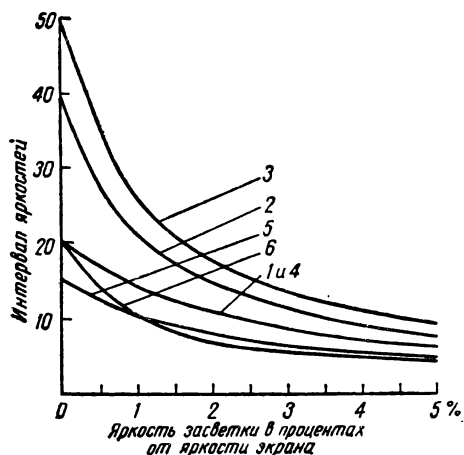

Рис. 2. Яркость засветки в процентах от яркости экрана
На рис. 2 показаны кривые, построенные по уравнению (2) и выражающие зависимость интервалов яркостей изображений на экране фильмокопий, указанных в табл. 2, при яркостях засветки экрана до 5% от яркости экрана, создаваемой кинопроектором (без фильма). Из рисунка видно, что даже незначительная засветка экрана заметно уменьшает интервал яркостей. Особенно сильно влияет засветка экрана на интервал яркостей изображения фильмокопий, у которых минимальная прозрачность мала, например для фильмокопий, у которых $\tau_{\min} = 0,01$ (см. табл. 2).